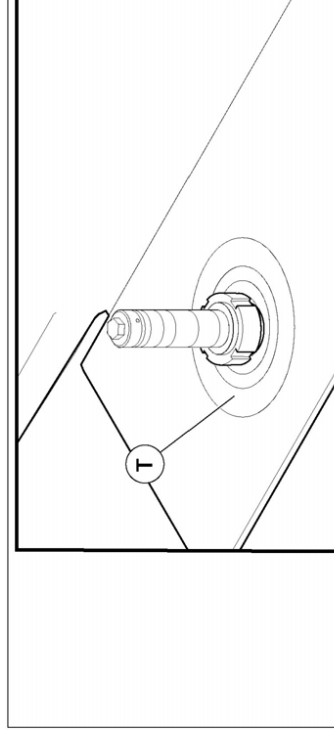

Abb. 4.3-82
- Zum Erreichen der kleinsten Bohrung die mitgelieferten Reduzierringe (T Abb. 4.3.82).
- 1) Den Wahlschalter (G Abb. 4.3-82-1) auf das Symbol () drehen.
- 2) Die Motorbremse des Fräsaggregats lösen. Dazu den Wahlschalter (W Abb. 4.3-82-1) in Schaltstellung "I" drehen.
- 3) Den Knauf (A Abb. 4.3-82-1) lösen.
- 4) Die Frässpindel auf max. Höhe heben; dazu das Handrad (B Abb. 4.3-82-1) drehen.
- 5) Den Hebel (M Abb. 4.3-82-1) anheben (er wirkt auf einen Mikroschalter der das Starten des Motors verhindert).